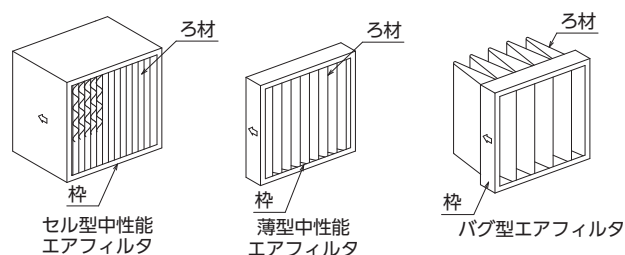

図3-21 中性能エアフィルタ
- セル型、薄型エアフィルタ、バグ型エアフィルタ、HEPAフィルタなど（図3-21 参照）